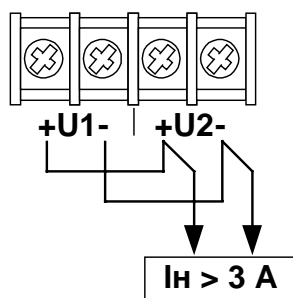
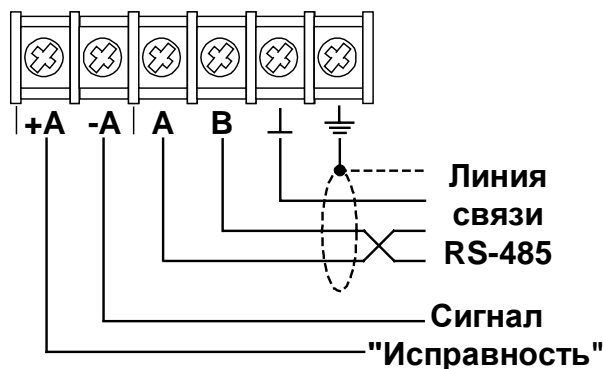
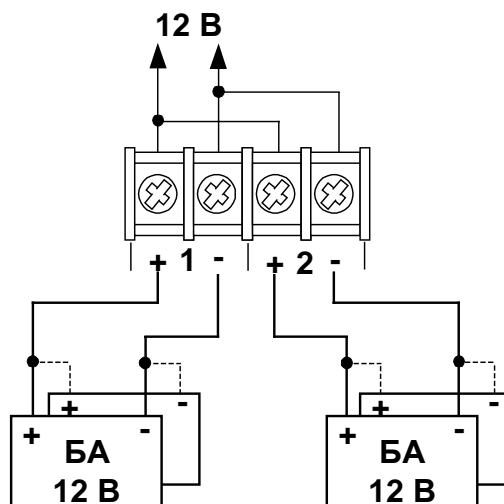
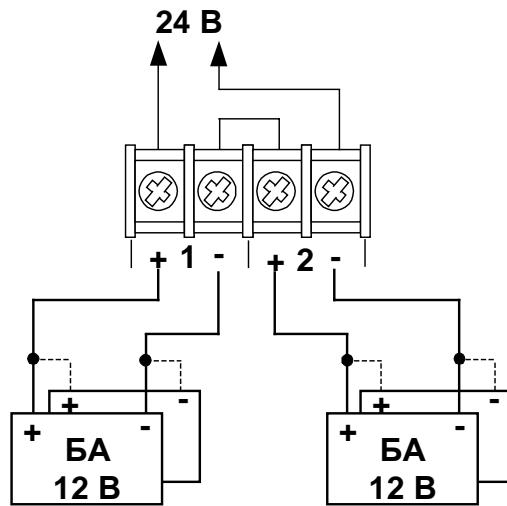

Рис. 5 Схема подключения нагрузки ($I_n > 3\text{ A}$)
Рис. 6 Подключение линий связи: RS-485 и сигнала "Исправность"
Рис. 7 Подключение аккумуляторных батарей в ИБП1200
Рис. 8 Подключение аккумуляторных батарей в ИБП2400
Аккумуляторные батареи устанавливаются на дно корпуса и подключаются проводами с красными и синими наконечниками, обозначающими полярность ("+"-красный, "-"-синий) подключения в соответствии со схемой на Рис. 7 и Рис. 8. Справа на боковой поверхности корпуса расположен винт для подключения защитного заземления.
6.4.4 Подключение соединительных линий и БА к клеммам ИБП производится в соответствии с Рис. 5, Рис. 6, Рис. 7, Рис. 7 и Рис. 8. Перед подключением тумблер «Сеть 220 В» выключить.
6.5. Установить аккумуляторные батареи, подключив их к клеммам с помощью соединительных проводов, имеющих соответствующую маркировку (красный наконечник «+», синий наконечник «-») по схеме, приведенной на Рис. 7 или Рис. 8.